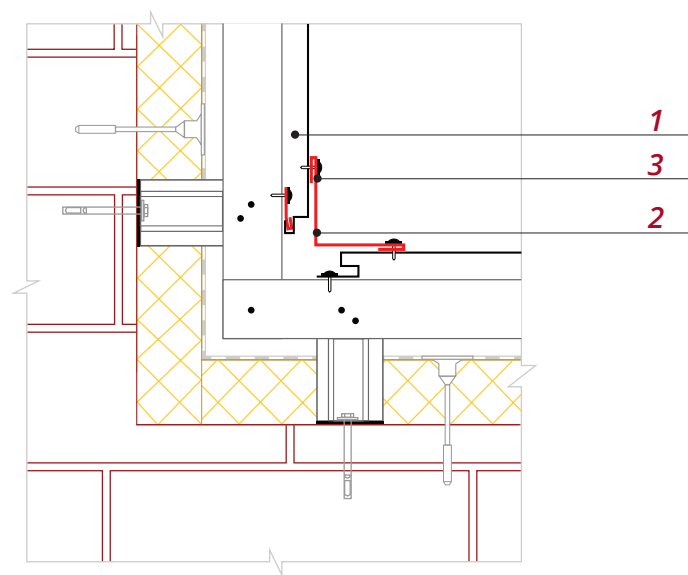

Рис. 13
■ Планку угла внутреннего простую крепите после монтажа панелей сайдинга **1** (рис. 13). Рекомендуется использовать саморезы ПШС с окрашенной головкой **3**, вытяжные заклепки или кровельные саморезы 5.5*19.